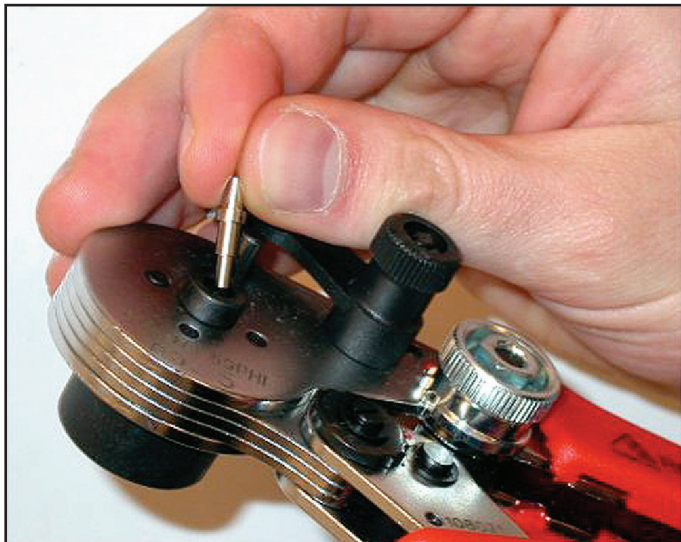

рисунок 45.21: Вставка металлического наконечника
- 19 Вставьте металлический наконечник в подпружиненный ограничитель инструмента для позиционирования/обжимки POF (инструмент 4, см. рисунок 45.21).